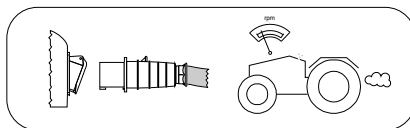

fig. 4b
6. Assurez-vous qu'aucun appareil est branché sur les prises de tableau électrique: mettre en marche le tracteur, et accélérer légèrement, en vérifiant l'absence de vibrations et/ ou de bruits anormaux (fig. 4b).